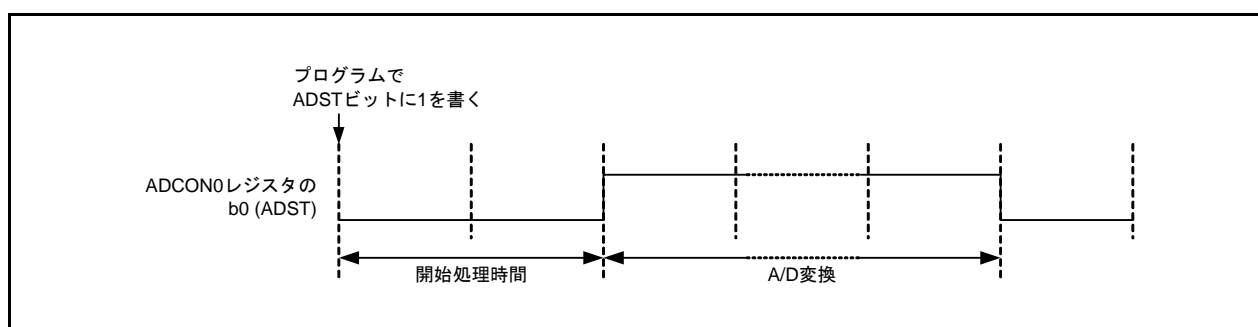

図27.2 ADSTビットの動作
- プログラムで1を書いた場合、開始処理時間(「表27.5 各A/D変換項目のサイクル数」参照)後に1(A/D変換開始)になるため、1を書き込み後すぐに読み出すと、0(A/D変換停止)が読めることがあります(図27.2参照)。